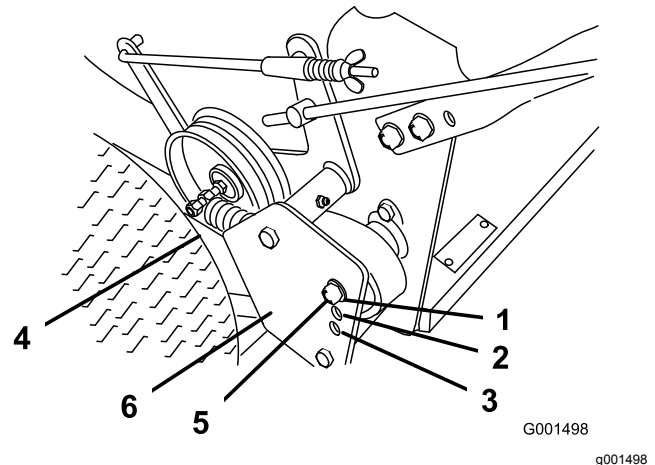

Figura 36
4. Retire el muelle de transmisión del perno de ajuste (Figura 36).
5. Retire la contratuerca que sujeta el perno de ajuste al deflector de la polea de transmisión (Figura 36).
Nota: La tensión de la transmisión de las ruedas es menor en la posición A. La tensión aumenta en las posiciones B y C (Figura 36).